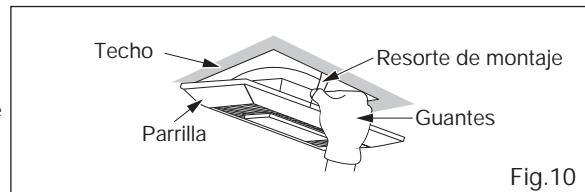

Fig.10
12. Inserte el otro resorte de montaje en la ranura como se muestra y Monte la parrilla en el cuerpo del extractor. (Fig. 10).